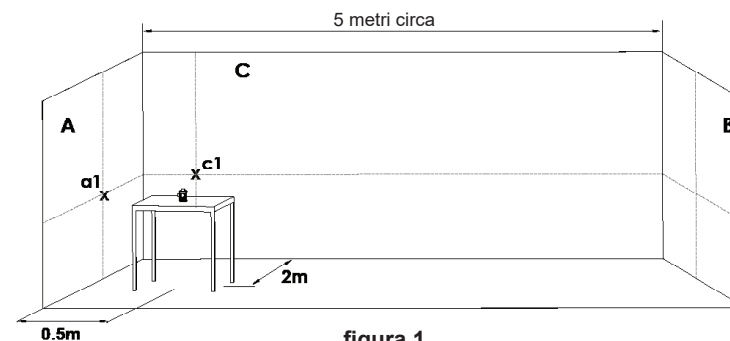

figura 1
- 5) Sul muro A, marcare l'intersezione dei raggi come a1, e sul muro C, marcare il centro della croce come c1 (vedi figura 1).